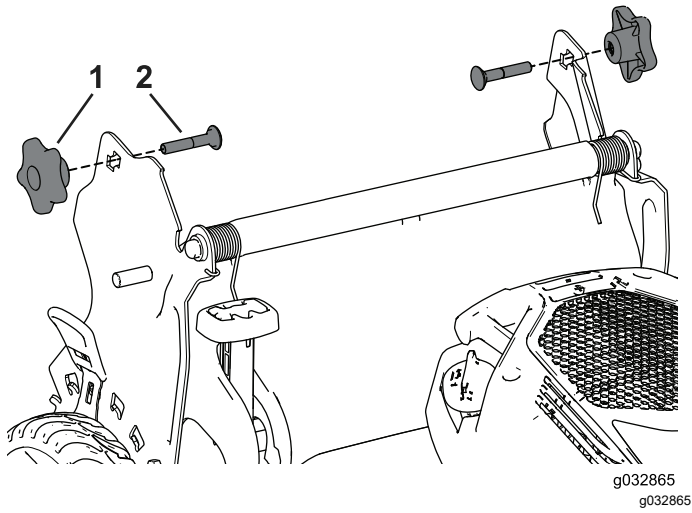

Bild 28
3. Führen Sie die Schlossschraube (mit dem Schraubenkopf nach innen zeigend) durch die Holmhalterung und das obere Loch im Holmende. Stellen Sie sicher, dass jede eckige Schlossschraube richtig in der dazugehörigen oberen oder unteren viereckigen Öffnung der jeweiligen Holmhalterung sitzt (**Bild 28**).